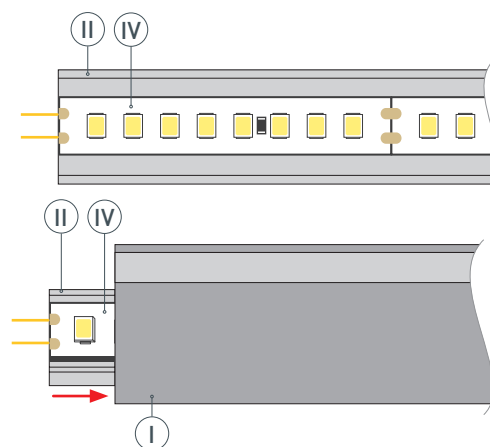

Рис. 2. Установка выдвижной пластины (❷) со светодиодной лентой (❹) в профиль (❶), вид сверху
Установите светодиодную ленту (❹) на выдвижную пластину (❷). Задвиньте выдвижную пластину (❷) обратно внутрь профиля (❶), как показано на рис. 2.